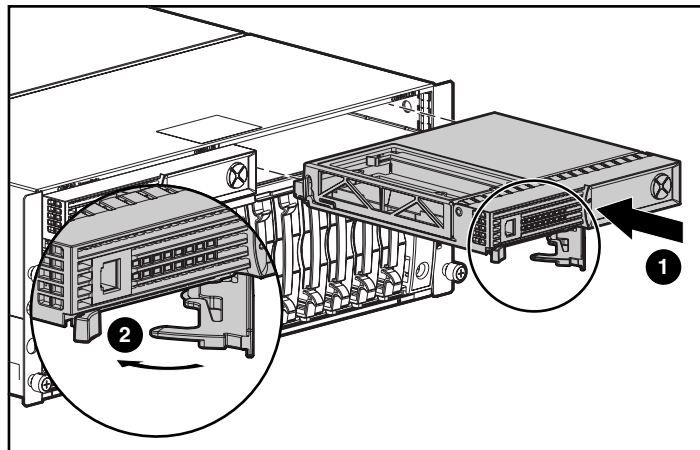

Abbildung 8: Einsetzen des Controllers in ein MSA1000
7. Drücken Sie den Controller so weit wie möglich in das Gehäuse hinein ❶ und anschließend die Verriegelung nach innen, bis sie an der Vorderseite anliegt ❷. Siehe Abbildung 8.